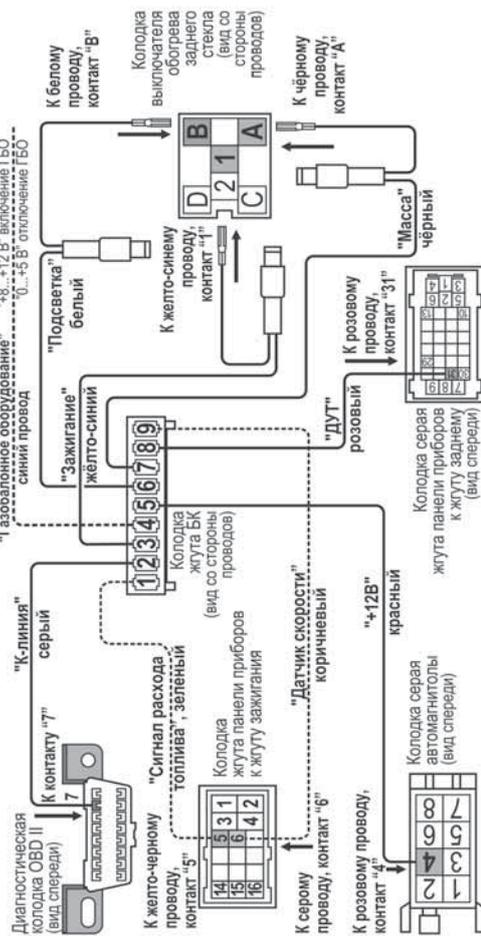

Рис.5 Схема подключения
3.1.11 Протяните серый провод К-линии из жгута до диагностической колодки (поз.1, рис.8) (находится внутри вещевого ящика слева (поз.3, рис.2)) и подключите его к диагностической колодке согласно схеме подключения (см. рис.5).